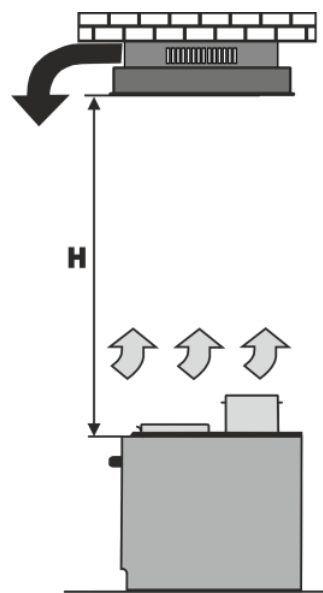

Fig.1
1.11 Attention! La hotte est montée au mur au-dessus des réchauds sur la hauteur >650mm (fig. 1).
- en régime de la dérivation de l'air au tuyau de cheminée de la cuisine (**fig. 1**);